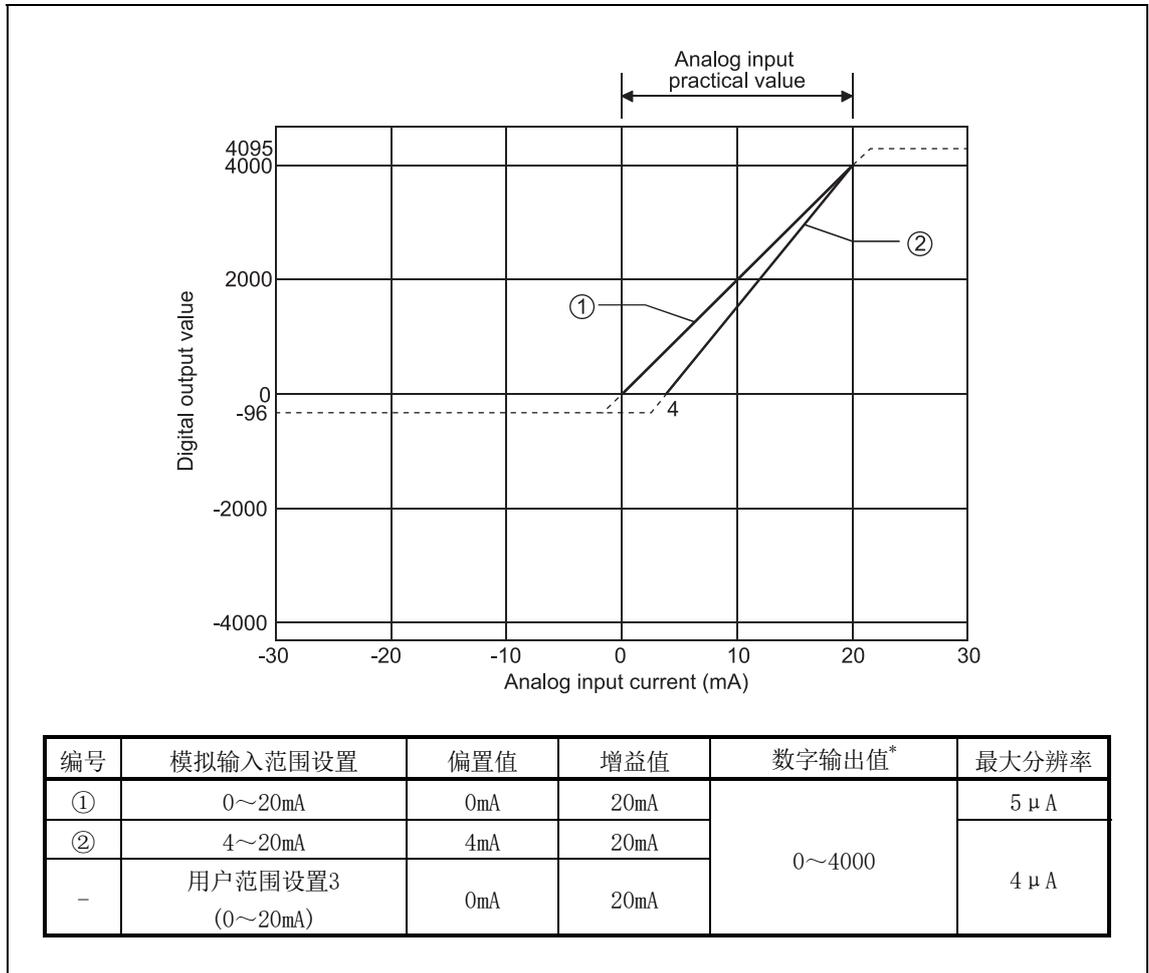

图3.2 电流输入特性
<p>(1) 请勿输入±30mA及其以上的电流。否则可能会因为温度上升而导致不良。</p> <p>(2) 模拟输入值超出*的数字输出值范围时，数字输出值将固定为最大或最小。</p> <ul style="list-style-type: none">• 0~4000的情况下，数字输出值在-96~4095的范围内。 <p>(3) 在各输入范围的模拟输入范围及数字输出范围内时，最大分辨率、精度在性能规格的范围，如果超出该范围，可能无法达到性能规格的精度。(请勿使用图3.2的虚线部分。)</p> <p>(4) 用户范围设置的偏置值及增益值应在满足下述条件的范围内进行设置。</p> <ul style="list-style-type: none">(a) 选择用户范围设置3时的设置范围：0~20mA(b) (增益值) > (偏置值) <p>超出(a)的设置范围设置的情况下，“RUN”LED以0.5s间隔闪烁。 应将设定值设置为设置范围内的值。</p> <p>超出(b)的条件设置的情况下，“RUN”LED以0.5s间隔闪烁。应重新进行设置。</p>